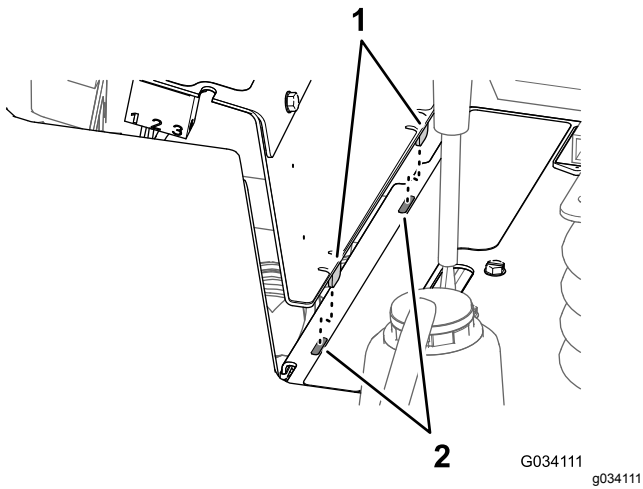

Bild 55
2. Richten Sie die zwei Laschen an der Unterseite der Seitenwand mit den beiden Schlitzen im Rahmen der Konsole aus (Bild 55).